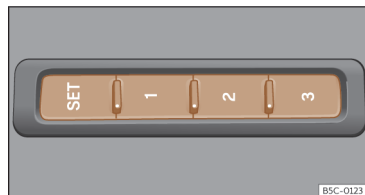

Abb. 90 Außen am Fahrersitz: Memory-Tasten.
- Taste **SET** länger als 1 Sekunde drücken >>> (Abb. 90).